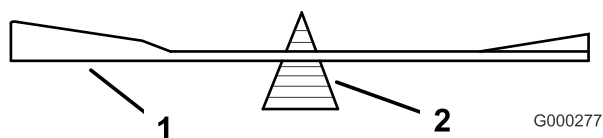

Figura 80
2. Verifique el equilibrio de la cuchilla colocándola sobre un equilibrador de cuchillas (Figura 80). Si la cuchilla se mantiene horizontal, está equilibrada y puede utilizarse. Si la cuchilla no está equilibrada, rebaje algo el metal en la parte de la vela solamente (Figura 78). Repita este procedimiento hasta que la cuchilla esté equilibrada.